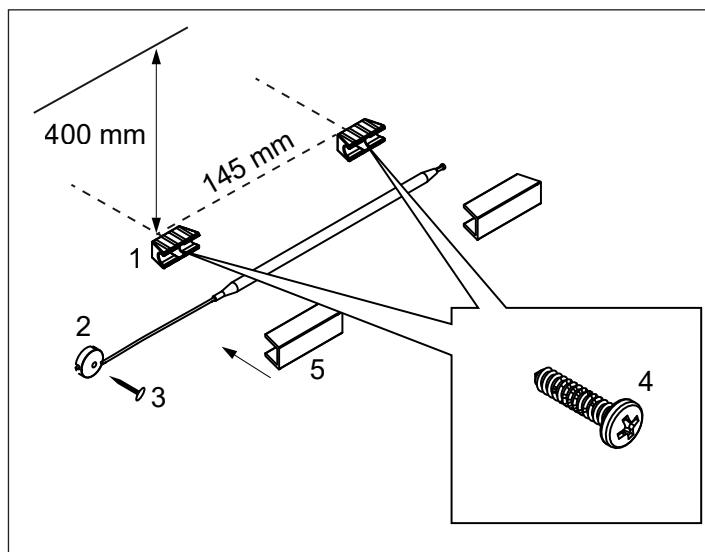

Fig 16: Installera temperatursensorn
Montera temperatursensorhållarna, (se (1) i Fig 16) med de två medföljande skruvorna (4) 400 mm ned från taket och 145 mm emellan.